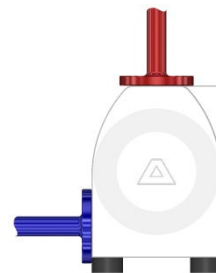

Abb. 8.3
- Saugseite unten waagrecht, Druckseite oben senkrecht (Abb. 8.3)